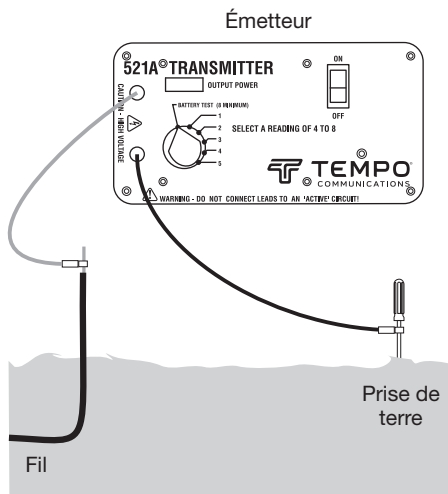

Figure 1 – Installation de l'émetteur
1. Alors que l'émetteur est hors tension, connecter le fil rouge au fil à repérer et le fil noir à une bonne mise à la terre avec le pieu fourni. (Voir la Figure 1.)